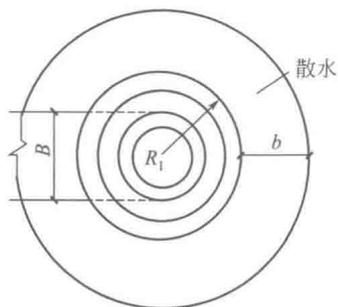

图 1-5 混凝土砌筑烟囱散水示意图
(1) 图形识读 图 1-5 为混凝土砌筑烟囱散水示意图, 此图为烟囱散水砌筑俯视图。
(2) 图形分析 由图 1-5 可以看出, 此烟囱散水是一个由大大小小的同心圆所组成。里面的小圆形为烟囱的俯视图, 外面的为散水的俯视图。
(3) 图中数据解析 图中 R_1 指的是烟囱底外半径, b 是散水宽度, B 是烟道宽度, S 是散水面积, 详细了解了图中各数据的含义, 再结合计算规则和计算公式, 即可算出所求工程量。
(4) 计算小技巧 如图 1-5 所示,若求烟囱散水工程量,则可以先计算整个砌筑的同心圆的工程量,然后减去最内圈圆,也就是烟道的工程量,得出的就是需要砌筑散水的土方工程量。整个图形是个圆形,直接套用计算公式 $S = (R_1 + b)^2 \pi - \pi R_1^2 - Bb$ 即可计算出烟囱散水的工程量。